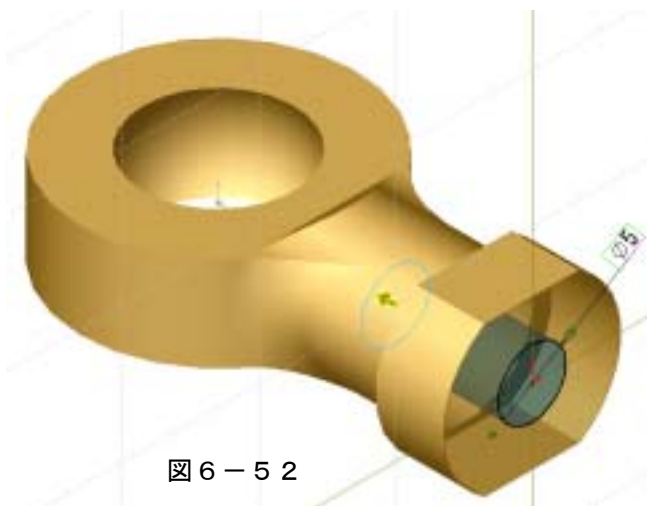

図6-52
⑨図6-52に示す位置にスケッチ面を作成し、原点中心で直径5mmの円を描く。10mmカットし穴を作成する。